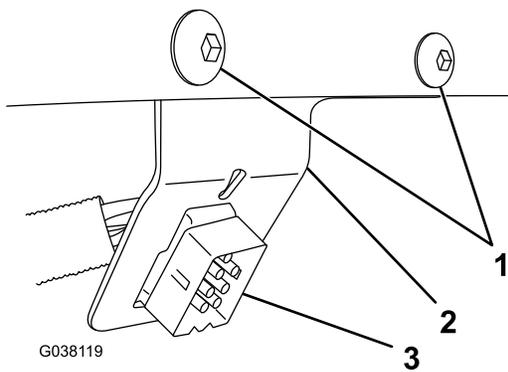

Figura 9
7. Tire del conector del controlador de la quitanieves hacia la cabina del vehículo (Figura 9).
8. Instale el conector del controlador de la quitanieves al soporte del panel, y sujete el soporte a la izquierda del volante usando 2 pernos autorroscantes (Figura 9).